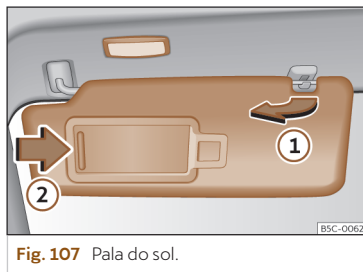

Fig. 107 Pala do sol.
- A pala do sol pode ser puxada para fora da fixação e ser virada para a porta >>> **Fig. 107** ①.